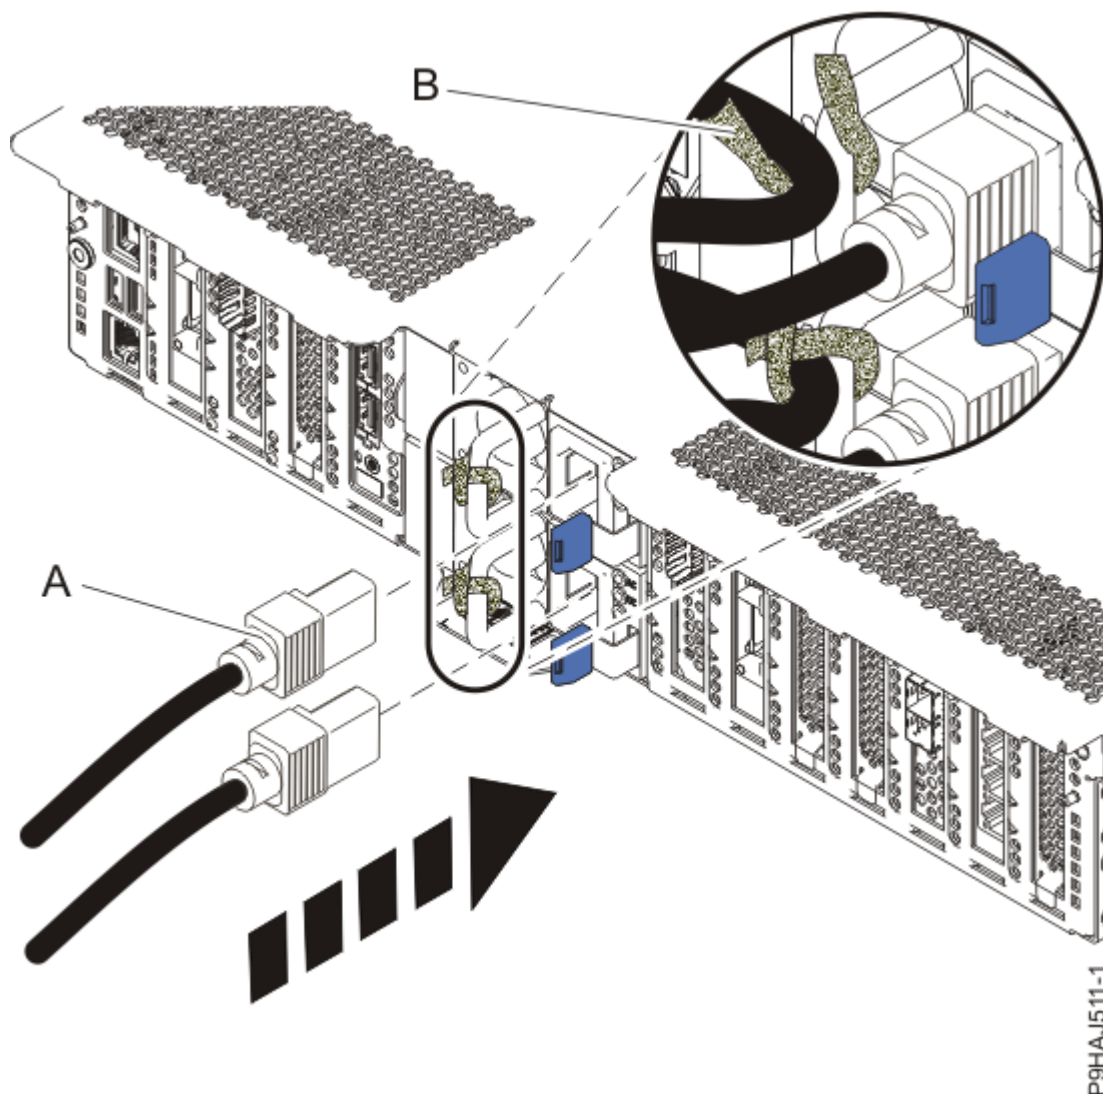

Figura 94. Connexió dels cables d'alimentació
4. Mitjançant les etiquetes, torneu a connectar els cables d'alimentació **(A)** a la unitat del sistema. Colleu els cables d'alimentació al sistema utilitzant les brides, **(B)**, tal com es mostra a la Figura 94 a la pàgina 115.